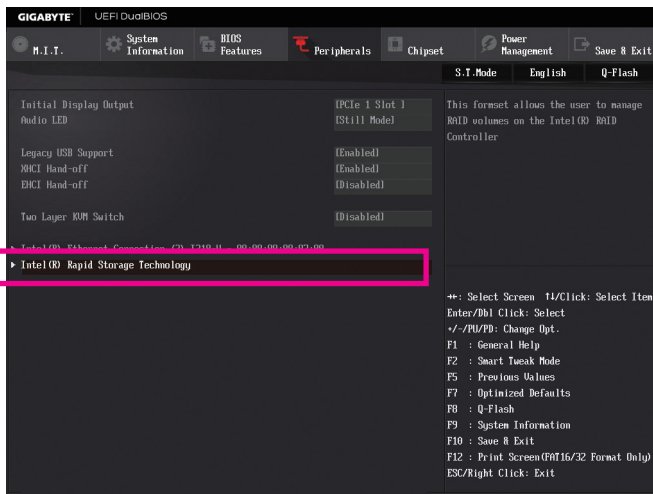

図 3
システムの再起動後、再度 BIOS セットアップに入ります。続いて Peripherals/Intel(R) Rapid Storage Technology サブメニューに入ります (図 3)。